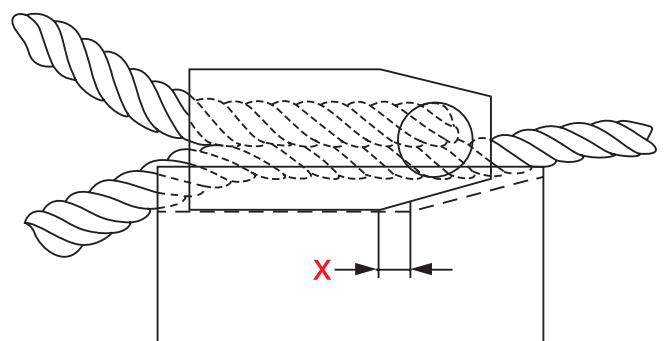

Abb. 1
- Pressklemme ganz in den Konus einlegen und wie in Abb. 1 dargestellt um den vorgegebenen Abstand (X) zurückziehen. Halten Sie die entsprechend vorbereitete Pressklemme während des Pressvorgangs vertikal und ohne seitlich zu verkanten.